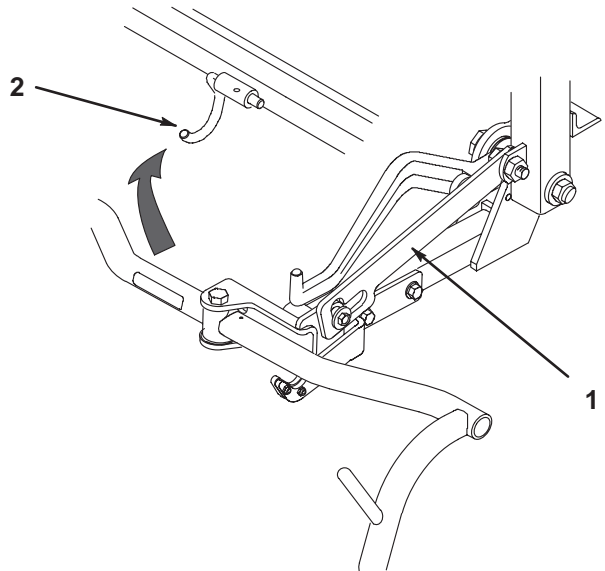

図12
- C. スロット付きリンクを持ち上げ、プル・フレームをワイヤ・フックに引っ掛ける（図12）。